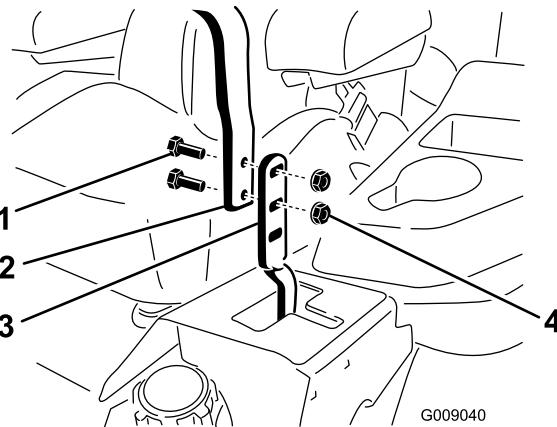

Figura 105
3. Desaperte os parafusos e as porcas flangeadas instalados nas alavancas (Figura 105).